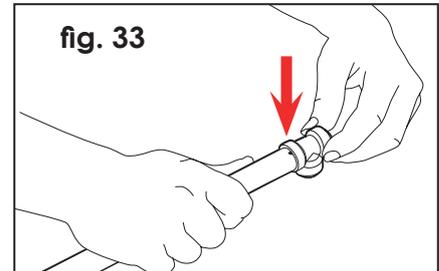

fig. 33
g) Nach der vorgeschriebenen Aufwärmzeit Rohr und Formteil zügig vom Schweissgerät abziehen und unmittelbar, ohne zu drehen, zusammenschieben. Die korrekte Einstecktiefe ist anhand der angebrachten Markierung zu kontrollieren. (fig. 33)